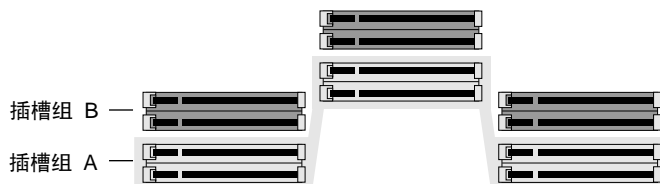

图 3-5 识别 DIMM 插槽
5. 识别 DIMM 插槽组。如图 3-5 所示。A 组和 B 组插槽垂直分为三行，每行两个插槽。